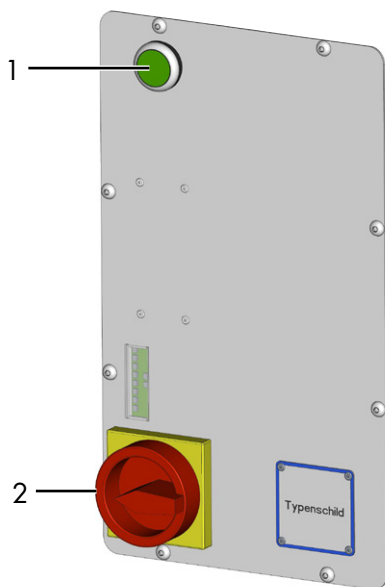

Bild 4 Bedieneinheit mit Wendeschalter
- Das Fahrzeug solange anheben, bis die Räder frei sind. Bedienelement betätigen → „Heben“ (siehe Bild 4)